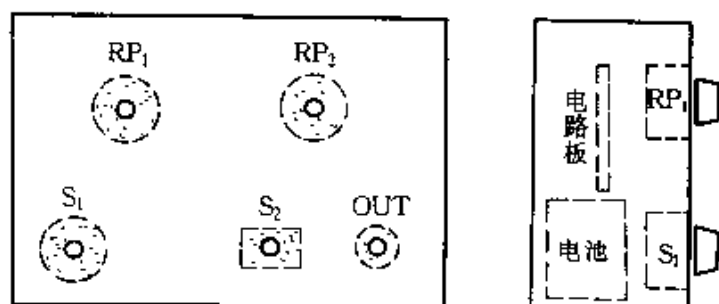

图 4-24
② 各部件在机壳内的位置如图 4-24 所示。电位器 RP_1 、